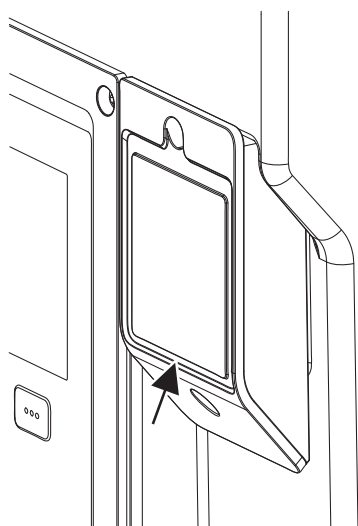

Fig. 28: Tampa para o módulo Wilo-Smart Connect BT
1. Desapertar o parafuso da tampa do módulo Wilo-Smart Connect (Fig. 28) e abrir a tampa.
Devido à sua construção, o módulo Wilo-Smart Connect BT só pode ser ligado com um alinhamento. Não há mais nenhuma fixação do módulo em si. A tampa do módulo Wilo-Smart Connect (Fig. 28) na parte superior do módulo eletrônico mantém o módulo firme na interface.